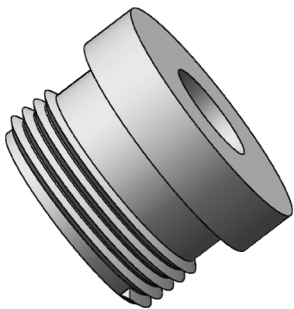
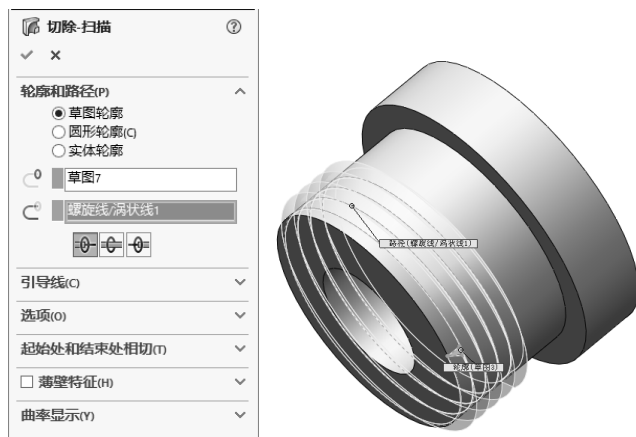

图 12-23 锁紧螺母
图 12-30 “切除-扫描”属性管理器
本例绘制的锁紧螺母如图 12-23 所示。
**04** 创建螺纹。单击“特征”控制面板中的“扫描切除”按钮, 此时系统弹出图 12-30 所示的“扫描”属性管理器。选择上步绘制的草图为扫描截面，选择螺旋线为扫描引导线，然后单击属性管理器中的“确定”按钮, 结果如图 12-23 所示。